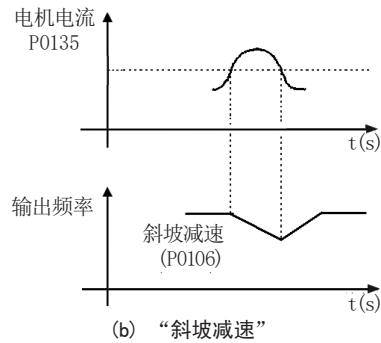

图 9.10: 通过P0135限流的动作模式 (a) 和 (b)
- 驱动：测量DC Link电压（P0004）并将其与在P0151中设置的值进行比较；这些信号之间的差（误差）乘以 比例增益（P0152）；然后将结果添加到斜坡输出，如图9.8和图9.10所示。
- 动作：如果在加速或减速过程中电机电流超过了P0135的设定值，那么速度将不会继续增大或减小。当电机 电流达到低于P0135的值时，电机将再次加速或减速。请参阅图9.10。
- 动作：如果在加速或减速过程中电机电流超过了P0135的设定值，那么速度斜坡输入端将会被强制置为空值，从而强制电机减速。当电机电流达到低于P0135的值时，电机将再次加速。看看图9.10。
按照图9.10, 激活斜坡保持和减速斜坡模式的电流限制的当前电流水平。